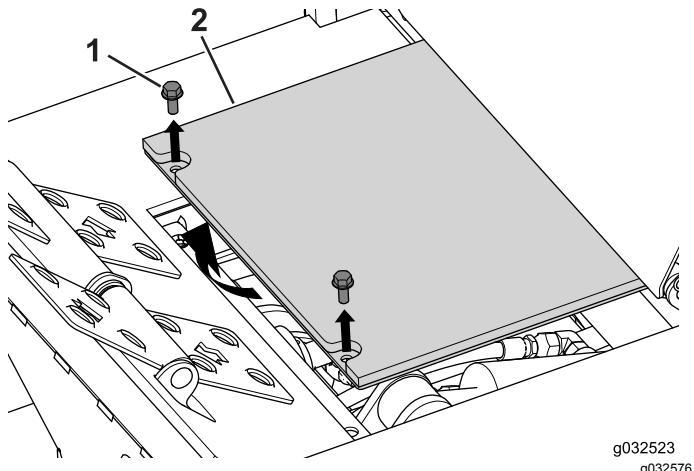

Figura 101
- Retire los 2 pernos que fijan la cubierta de la chapa de suelo, y retire la cubierta (Figura 101).